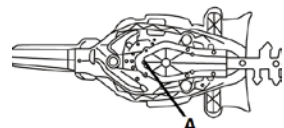

Рис.14
1. Добавьте смазку через смазочное отверстие (А; рис.14) с масленки до максимального уровня